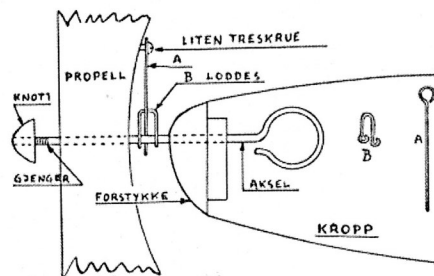

Fig. 4.
Frihjulet. Meningen med frihjulsakselen er at når strikken ikke trekker propellene lenger og modellen da går over i glidning, skal propellen kunne rotere fritt på akselen og dermed gjøre mindre motstand. Frihjulsakselen (se fig. 4) består av propellaksel, en bøyle (B), en pianostråd (A), en liten treskrue og en knott. Akselen bør være gjenget, slik at en kan skru på en knott foran — dette for at propellen ikke skal gli av når den går fri. A og B lages av 1 mm tykk pianostråd. B loddess på akselen. A er festet til propellen med en liten treskrue. Den må gli lett på